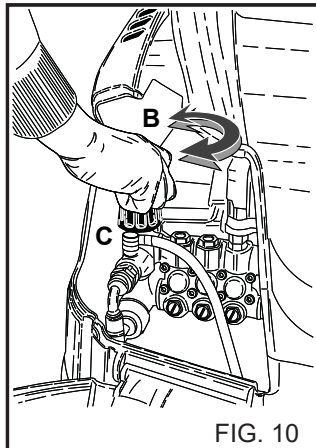

FIG. 10
Dieses Kapitel bezieht sich nur auf die Modelle, die über einen "Druckregulierer" verfügen. Mit dieser Vorrichtung (Fig.10) kann man den Betriebsdruck regulieren. Wenn man den Drehschalter C entgegen dem Uhrzeigersinn dreht (B) (Minimum) wird der Betriebsdruck verringert.